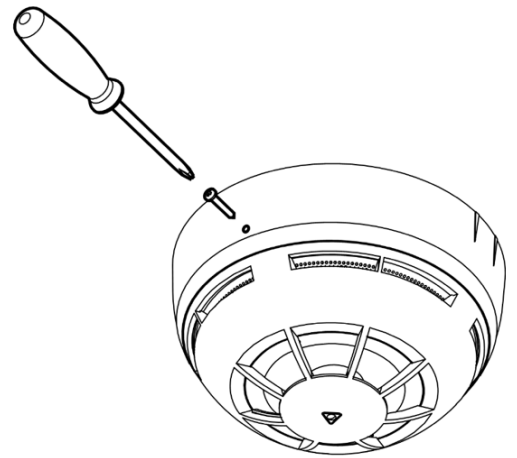

Рисунок 4
6.4 Кабельные вводы устанавливаются в выламываемые отверстия в базе (см. Рисунок 4).